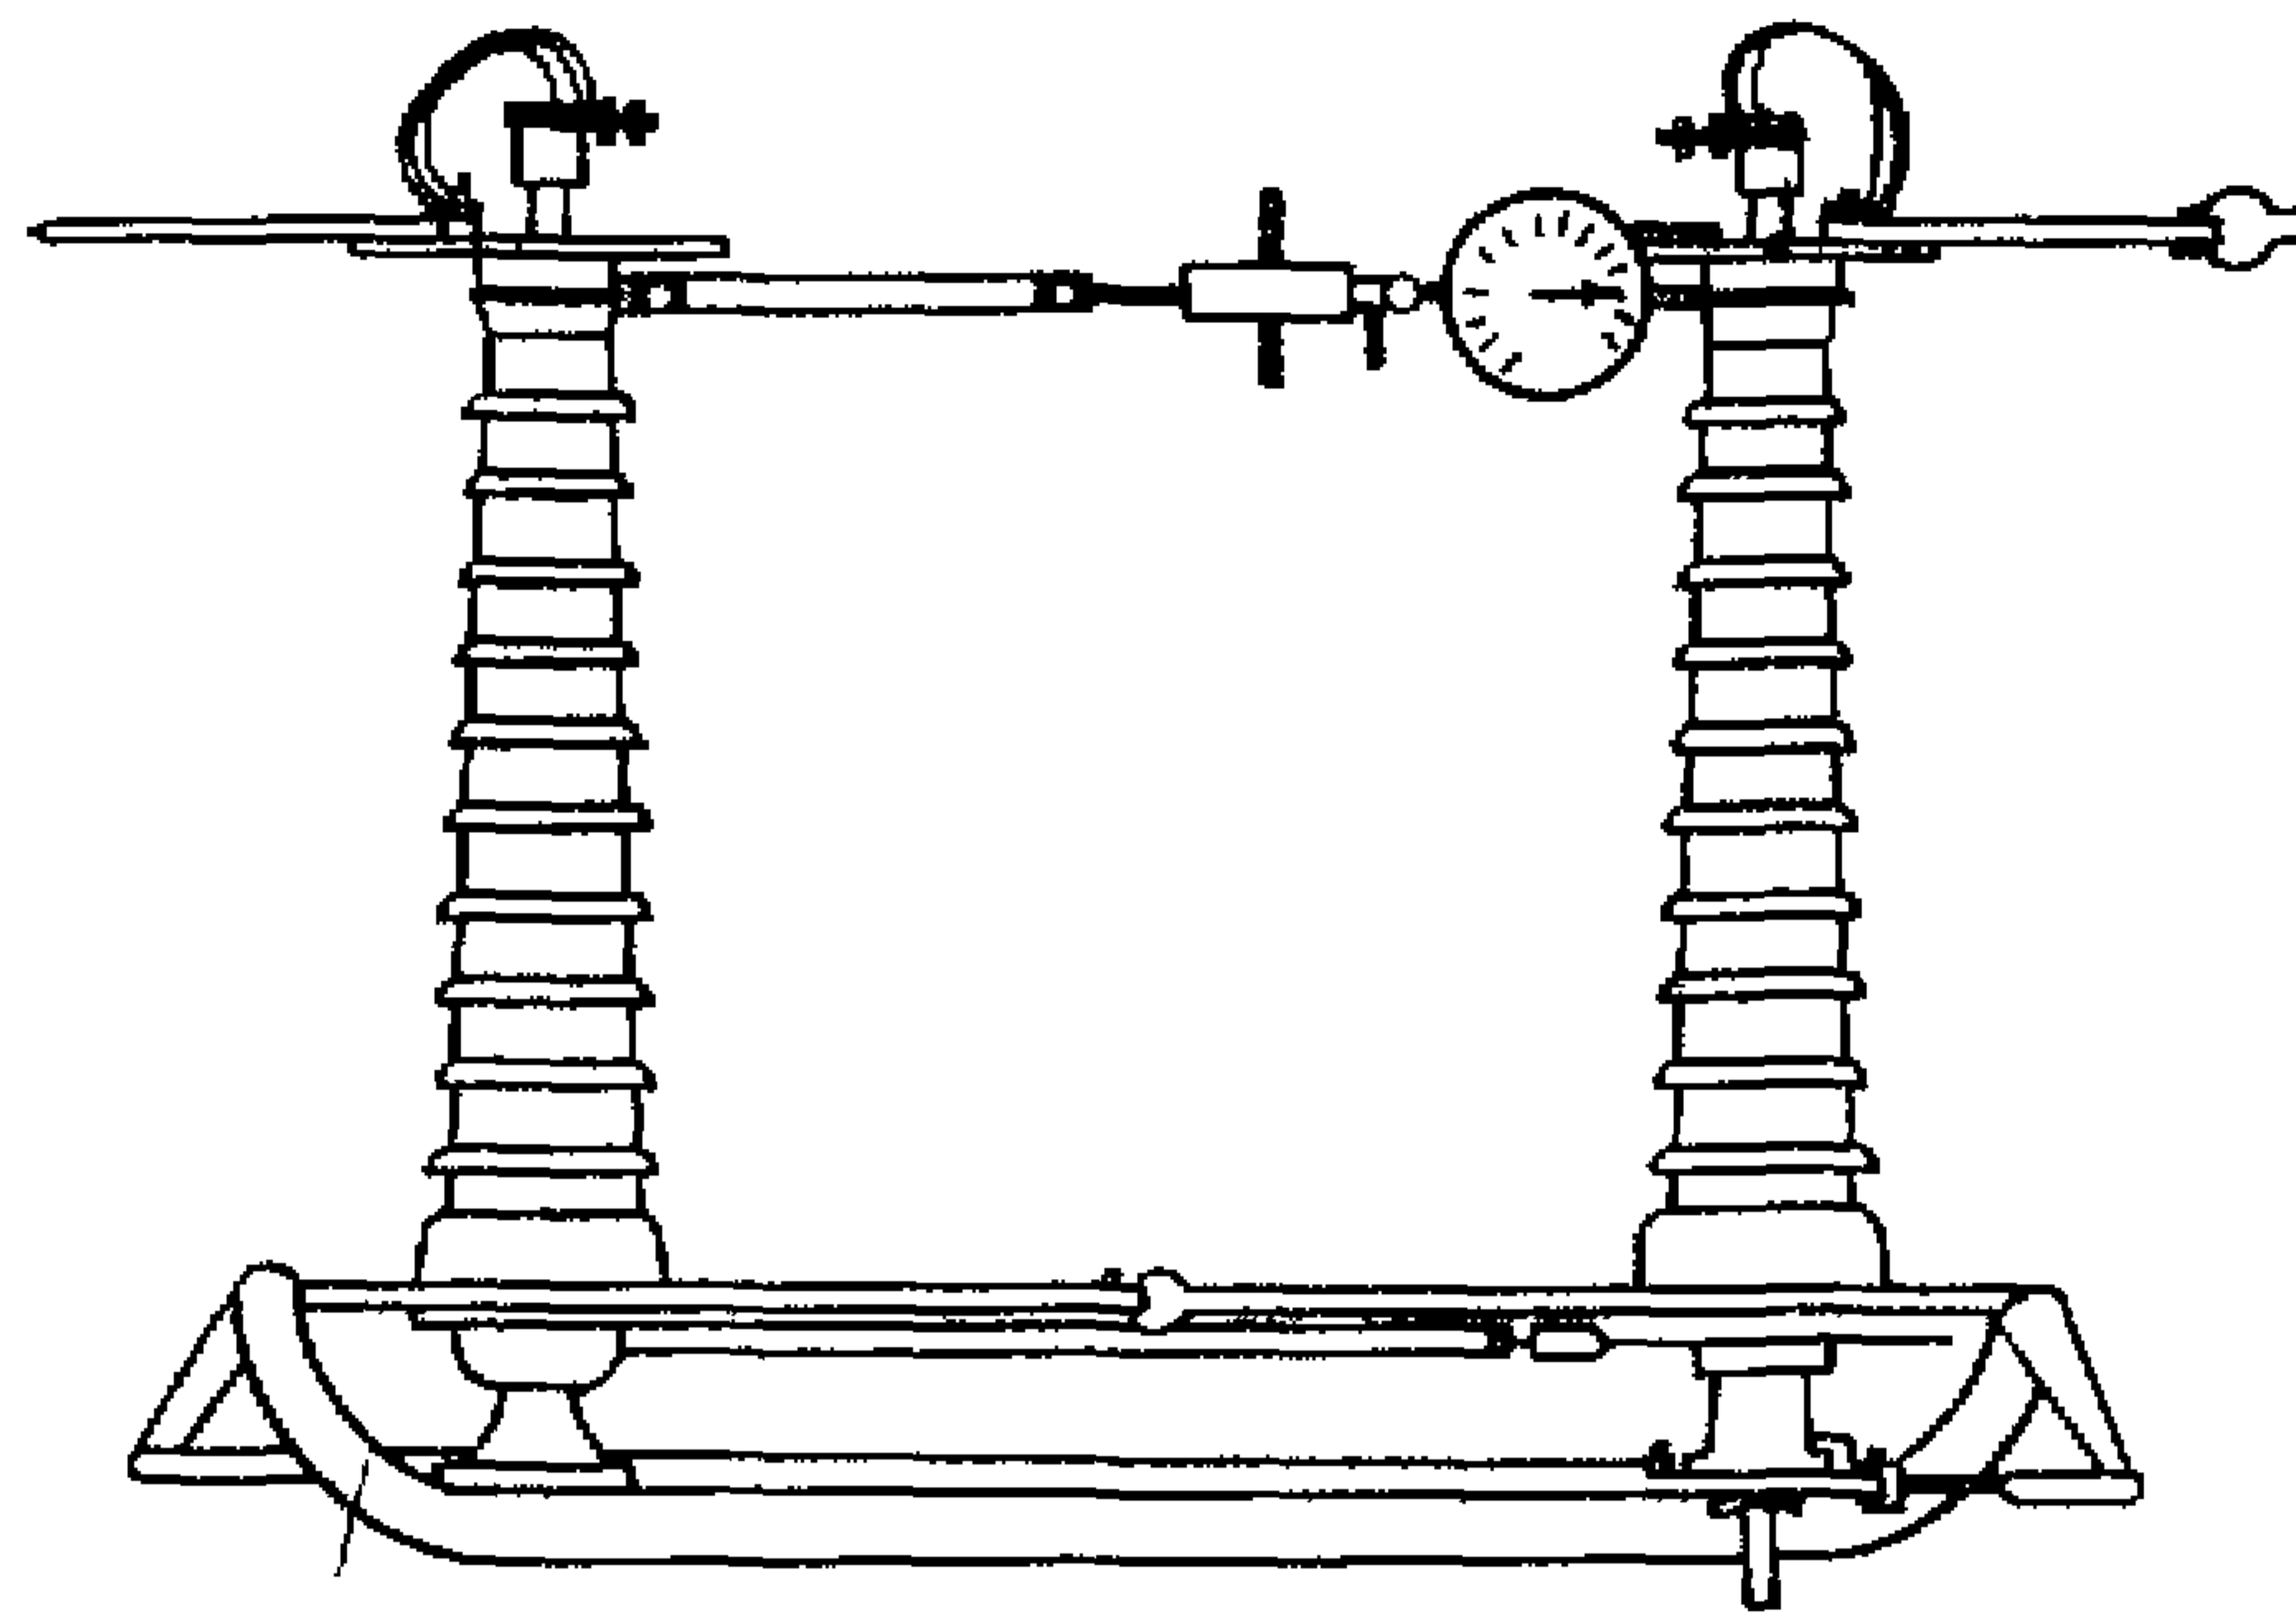

Рис. 4. Общий вид полюса отделителя с приспособлением П-1 для механических испытаний изоляторов
03.3. Установить приспособление П-2 на отделителя аналогично рис.4.